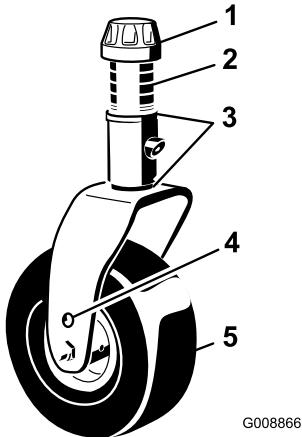

Figura 23
- Retire el casquillo tensor del eje de la rueda giratoria (Figura 23), y retire el eje del brazo de la rueda giratoria. Coloque dos suplementos (3 mm) en el eje de la rueda giratoria de la misma forma que en la instalación original. Coloque el número necesario de espaciadores de 13 mm en el eje para obtener la altura de corte deseada.
- Inserte el eje por el brazo de la rueda giratoria delantera. Coloque los suplementos (igual que en la instalación original) y los demás espaciadores en el eje. Coloque el casquillo tensor para fijar el conjunto (Figura 23).